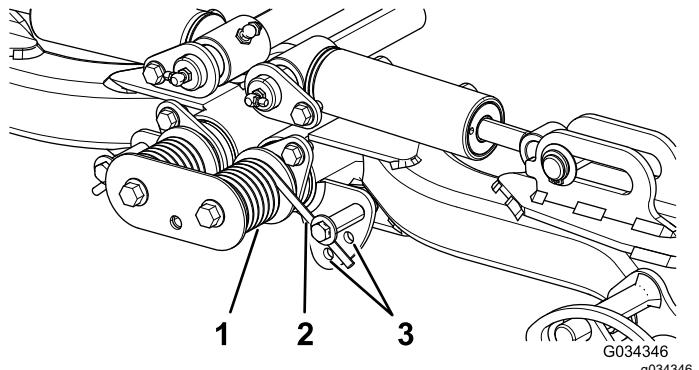

Figura 33
2. Infilate un tubo o un oggetto similare sull'estremità della molla lunga al fine di allentare la tensione della molla durante la messa a punto (Figura 33).
3. Mentre allentate la tensione della molla, togliete il bullone e il dado di bloccaggio che fissano l'attuatore della molla alla staffa (Figura 33).